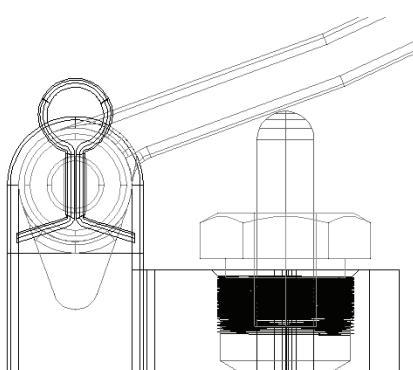

图 11-197 移动销后的图形（一）
4) 移动销：单击“修改”工具栏中的“移动”按钮 $\text{+}$ ，以坐标点(0,0,0)为基点移动，第二点坐标为(-37,122.5,0)。如图11-197所示。